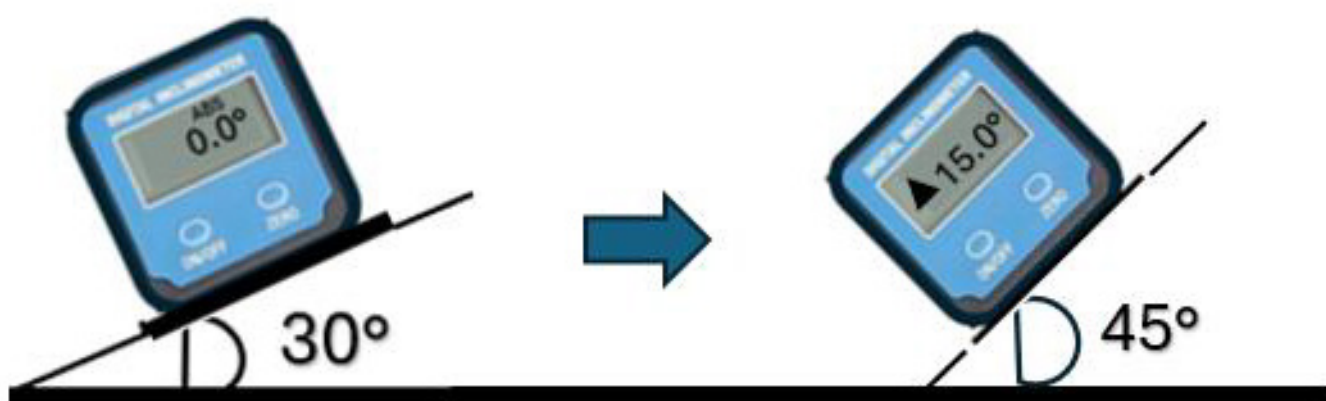

Figure 3
- Mode de mesure relative permet à l'opérateur de mesurer la différence entre deux objets (Figure 3).